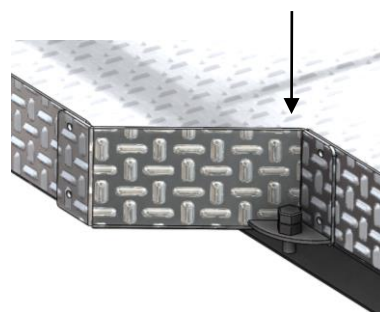

Рис.3
7. Отрегулировать резиновые упоры (вывернуть или завернуть рукой) таким образом, чтобы они упирались в закрытый задний борт грузового отсека. Ввернуть болты-ограничители. (рис.3).